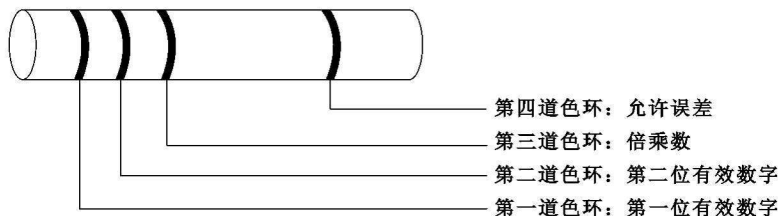

图 1-1 电阻器 4 色标注图
(1) 4 色环标注法。普通电阻器大多用 4 个色环表示阻值和允许偏差,如图 1-1 所示。第一、二道色环表示有效数字,第三道色环表示倍率(乘数),与前 3 道色环距离较大的第四道色环表示误差。4 色色环表如表 1-1 所示。